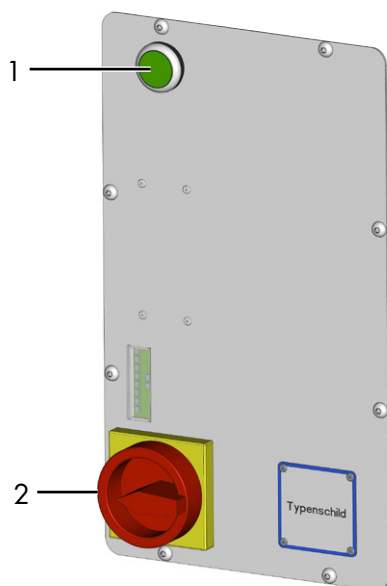

Figure 4 : Module de commande avec inverseur
- Lever le véhicule jusqu'à ce que les roues soient libres. Actionner l'élément de commande → « Lever » (voir Figure 4)